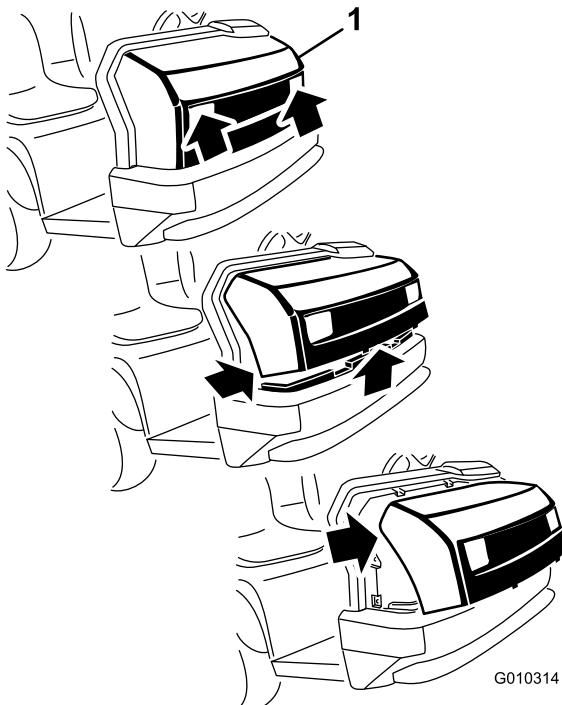

Bild 40
- Fassen Sie die Motorhaube in den Scheinwerferöffnungen an und heben sie an, um die unteren Befestigungslaschen aus den Rahmenschlitten zu heben (Bild 40).
2. Drehen Sie die Unterseite der Motorhaube nach oben, bis Sie die oberen Befestigungslaschen aus den Rahmenschlitten ziehen können (Bild 40).
3. Drehen Sie die Oberseite der Motorhaube nach vorne und ziehen Sie die Kabelanschlüsse von den Scheinwerfern ab (Bild 40).